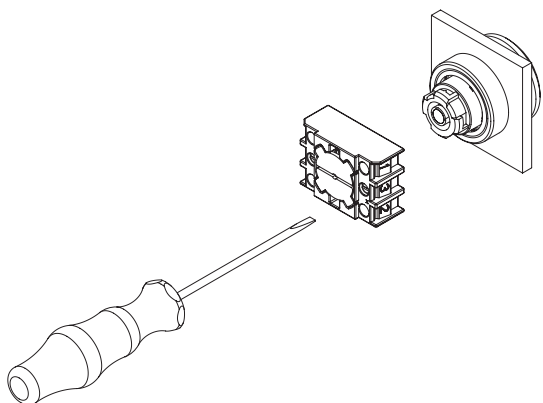

Abb. 1
1. Die Montage von Bedienelementen mit Gegenhalterung und Montageflansch erfolgt durch Anziehen der Schrauben des Montageflansches mit einem Schlitzschraubendreher der Größe 2 (siehe Abb. 1).